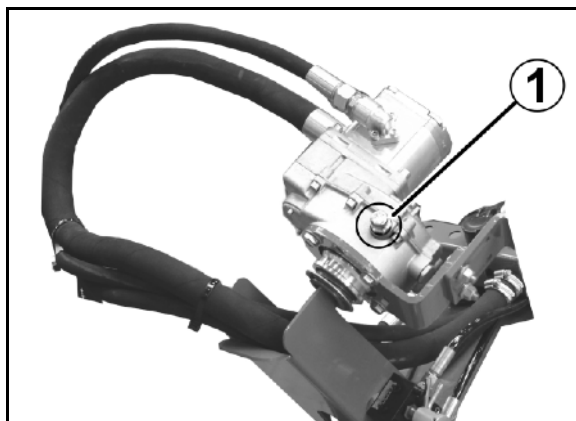

Fig. 71
1. Défaites le collier du flexible d'aspiration (Fig. 71/1) et débranchez ce dernier.